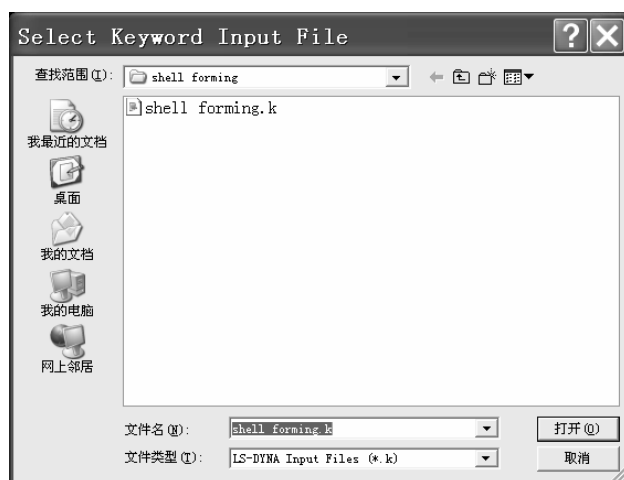
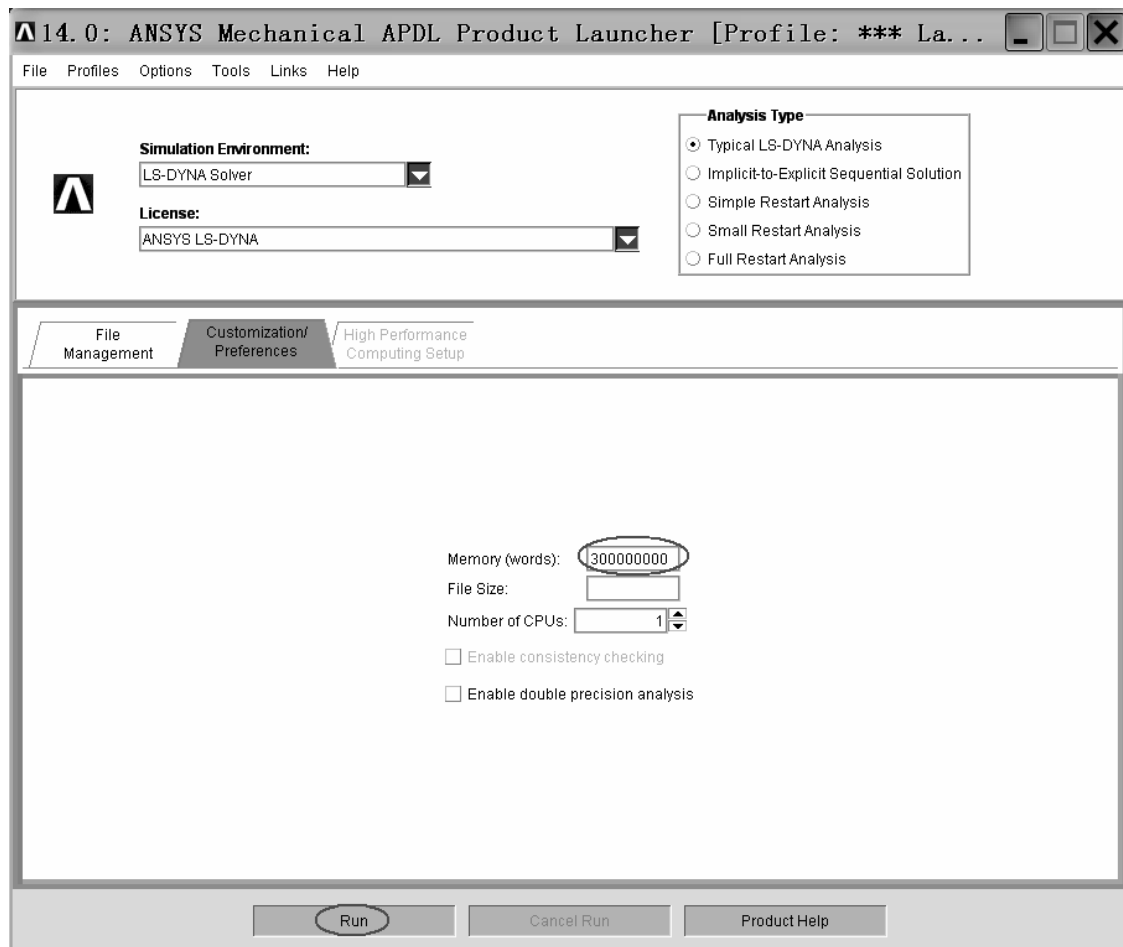

图 10-119 “Select Keyword Input File” 窗口
图 10-120 “14.0 Mechanical APDL ANSYS Product Launcher [Profile: \*\*\* La...” 窗口
(5) 在“14.0 Mechanical APDL ANSYS Product Launcher [Profile: \*\*\* La...”窗口中的“Working Directory:”方框内输入“d:\shell forming”。
(6) 单击“14.0 Mechanical APDL ANSYS Product Launcher [Profile: \*\*\* La...”窗口中的“Keyword Input File”方框后的“Browse...”按钮，弹出“Select Keyword Input File”窗口（见图 10-119）。
(7) 在“Select Keyword Input File”窗口中找到“d:\shell forming”目录下的“shell forming.k”文件，用鼠标单击该文件后单击“打开”按钮。
(8) 单击“14.0 Mechanical APDL ANSYS Product Launcher [Profile: \*\*\* La...”窗口中的“Customization/Preferences”，如图 10-120 所示，在“Memory(words):”后填入“300 000 000”，然后单击“OK”按钮。